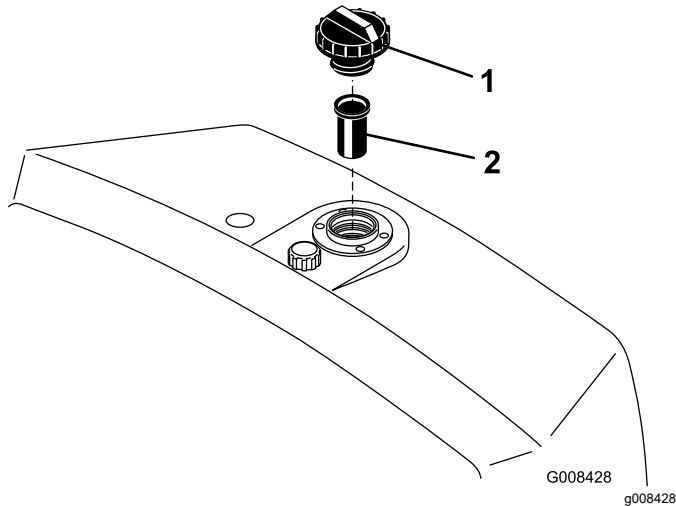

Figura 49
2. Scoateți capacul rezervorului și verificați nivelul uleiului. Uleiul ar trebui să ajungă până la partea de jos a ecranului din gâtul buonului (Figura 49).